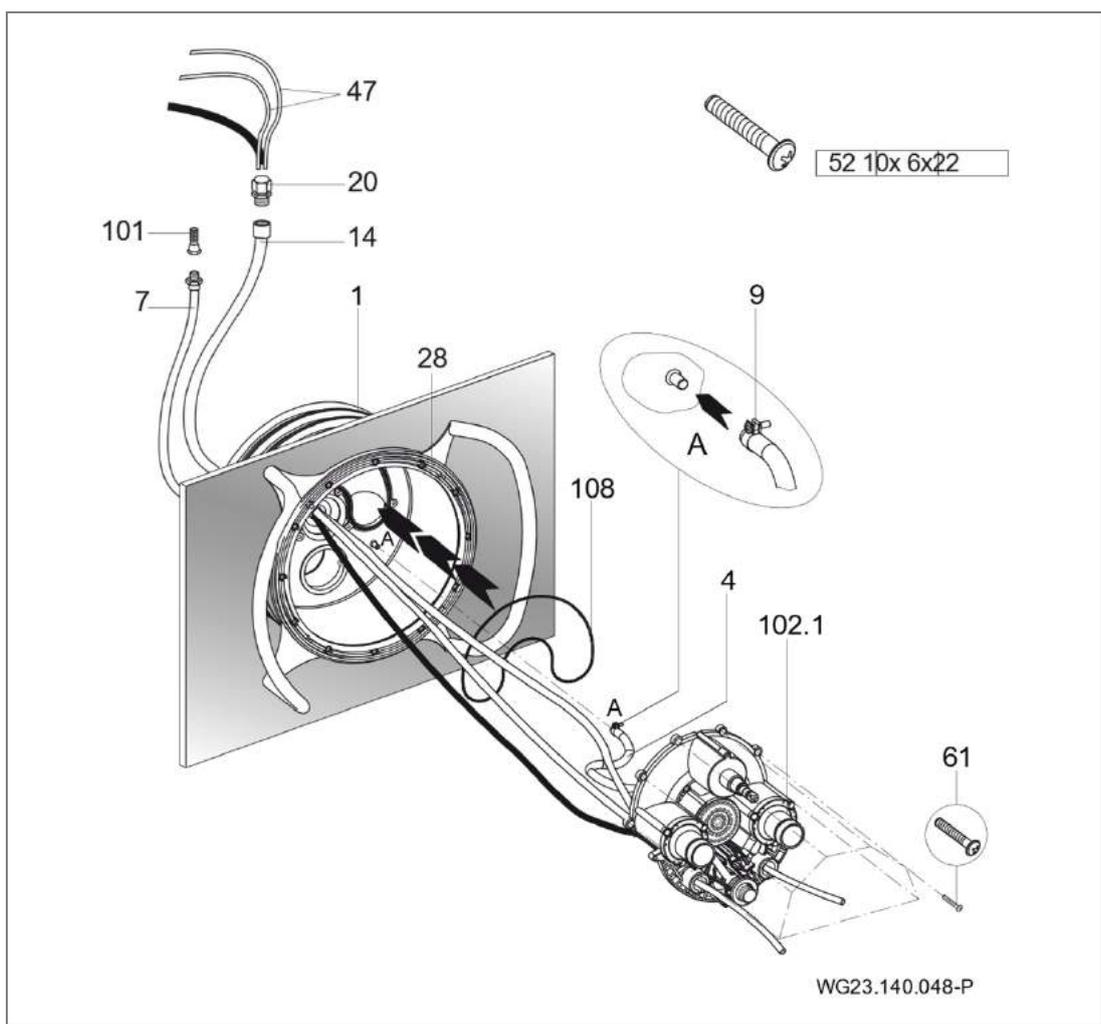

Abb. 17
2. O-Ring (108) in das Einbaugesetz (1) einlegen. (Abb. 17)
3. Die zehn beigelegten Schneidschrauben (61) in das Düsengehäuse einschrauben. Vormontiertes Düsengehäuse (102.1) am Einbaugesetz (1) ansetzen. (Abb. 17)
4. Pneumatikschläuche oder Kabel der Piezo-Taster durch die unteren beziehungsweise äußeren Öffnungen vom Düsengehäuse (102.1) führen; Licht EIN/AUS links, Pumpe EIN/AUS rechts. (Abb. 17)
5. Pneumatikschläuche (47) oder Kabel der Piezo-Taster und Kabel des Scheinwerfers durch den Schutzschlauch (14) führen und mit der Kabelverschraubung (20) abdichten. (Abb. 17)
6. Innere Luftleitung (4), die am Düsengehäuse (102.1) beziehungsweise an der Luftregelung bereits komplett vormontiert ist, mit Schlauchklemme (9) am Einbaugesetz (1) befestigen. (Abb. 17)
7. Düsengehäuse (102.1) am Einbaugesetz (1) ausrichten und mit den zehn vormontierten Schneidschrauben (61) befestigen. (Abb. 17)